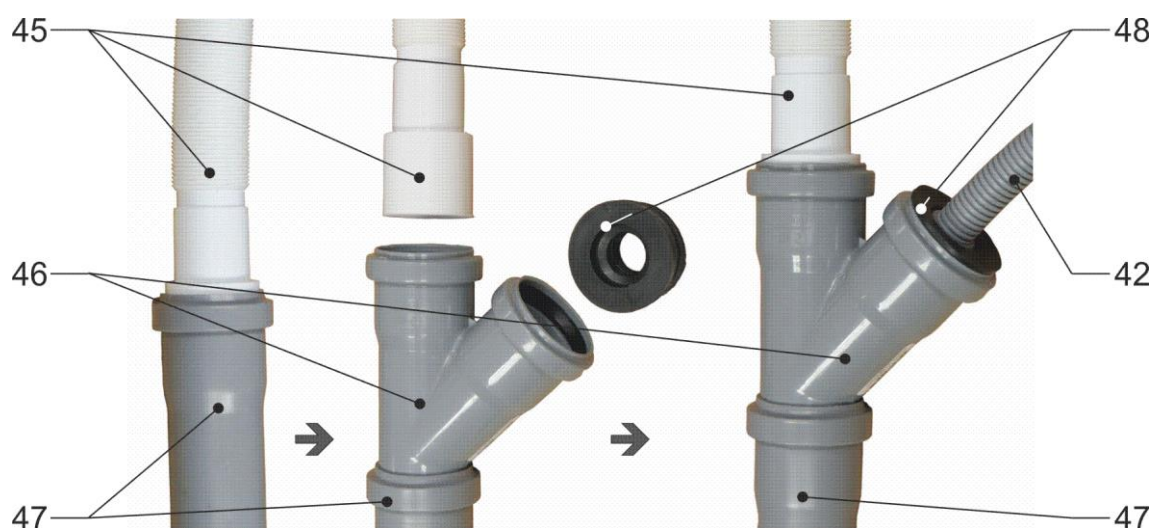

Рисунок 4-ИМ. Первый вариант подключения сливного шланга к канализации.
Свободный конец сливного шланга (42) подключить непосредственно к сливной канализационной трубе (47) через тройник (46) с диаметром 50 или 40 мм через переходник 50/25 или 40/25 (48) – (Рисунок 4-ИМ).